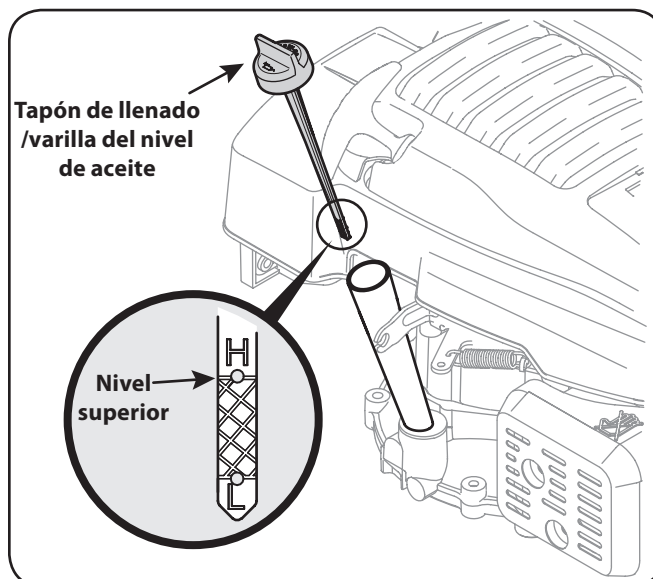

Figura 3-2
3. Si el nivel está bajo, agregue aceite lentamente hasta el límite superior de la varilla de medición. Vea el recuadro de la Figura 3-2.